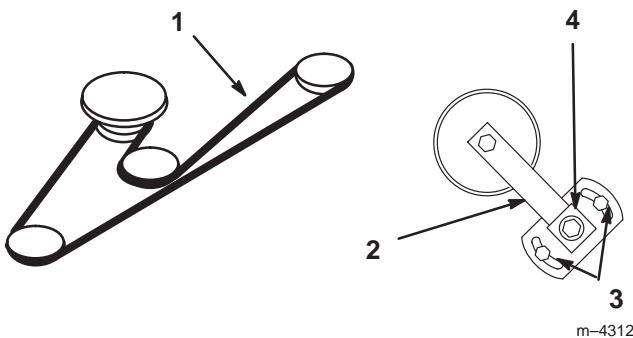

Figure 62
3. Desserrez les deux écrous de fixation de la plaque du bras de tension et déplacez ce dernier pour détendre la courroie sur la poulie de tension. Déposez la courroie usée du plateau de coupe (Fig. 62).
4. Installez une courroie neuve autour des poulies d' axe, du guide-courroie, de la poulie de tension et dans la gorge inférieure de poulie d' axe centrale (Fig. 62).